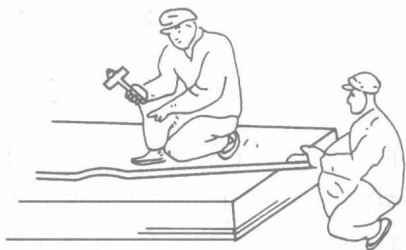

图 1-4 平台上调直管子
2) 在平台上调直管子。在平台上调直管子如图 1-4 所示, 可用来调直长度和弯曲度较大的钢管。平台由质地较硬的木板制成。调直管子时, 一人站在管子的一端, 边转动管子边观察, 找出弯曲的部位, 并将需要调直的弯曲凸面朝上, 另一个按观察者的指点, 用锤子在弯曲凸面敲打, 几经翻转, 反复矫正, 直到管子调直为止。